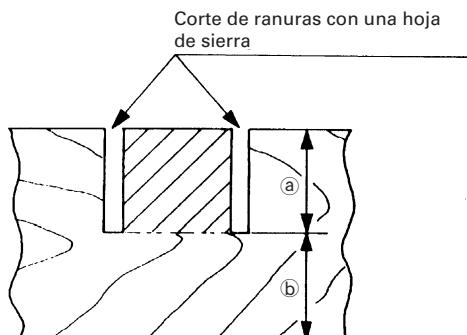

Fig. 47
Las ranuras podrán cortarse en la pieza de trabajo como se indica en la Fig. 47 regulando el perno de ajuste de profundidad de 8mm.
- (1) Afloje la tuerca de aletas de 8mm y gire el perno de ajuste de profundidad de 8mm con la mano.
- (2) Ajuste la profundidad de corte deseada regulando la distancia entre la hoja de sierra y la superficie de la base (consulte ② de la Fig. 47).
- (3) La tuerca de aletas 8mm deberá quedar adecuadamente apretada después de haber finalizado el ajuste.